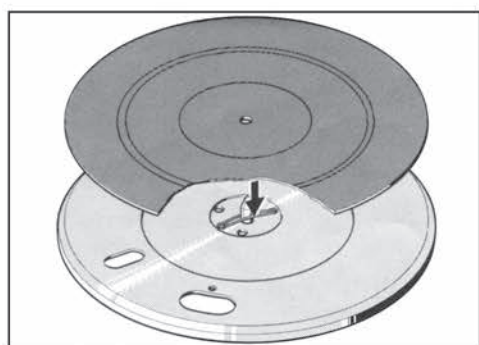

Fig. 3
- Insert the hinges **2** in the appropriate recesses (fig. 3).
- Scharniere **2** in die dafür vorgesehenen Aussparungen einstecken (Fig. 3).
- Emboîtez les charnières **2** dans les évidements prévus à cet effet (fig. 3).